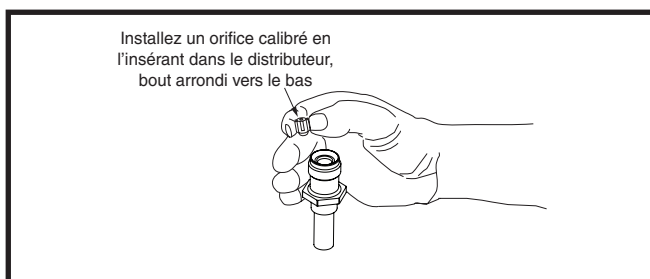

Figure 4. Insertion de l'orifice calibré dans le corps du distributeur
- Insérez le nouvel orifice dans le corps du distributeur, bout arrondi vers le bas. Voyez la Figure 4.